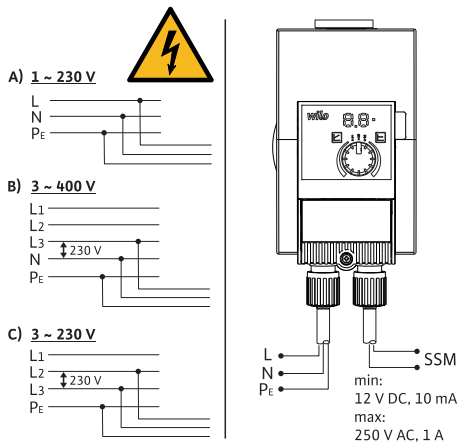

Fig. 3: Ühendusvõimalused
- Ühendage 230 V madalpingevõrkudega. Ühendamisel IT-võrkudega (Isolé Terre juhistikusüsteem) veenduge kindlasti, et faasidevaheline pinge (L1-L2, L2-L3, L3-L1 → Fig. 3) ei ületaks 230 V. Vea korral (maahendus) ei tohi faasi ja PE vaheline pinge ületada 230 V.